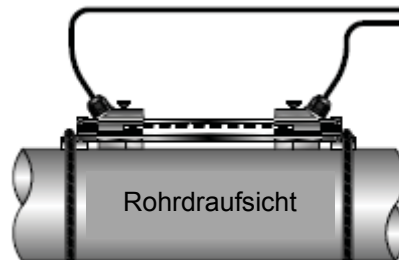

Abb. 30: Installation mit Montageschiene
- 5) Den ersten Sensor zwischen den Montageschienen nahe des Nullpunkts auf der Skala installieren. Die Klammer über den Sensor schieben. Die Klammer/den Sensor so justieren, dass die Kerbe in der Klammer auf die Null der Skala ausgerichtet ist. Siehe Abb. 30.